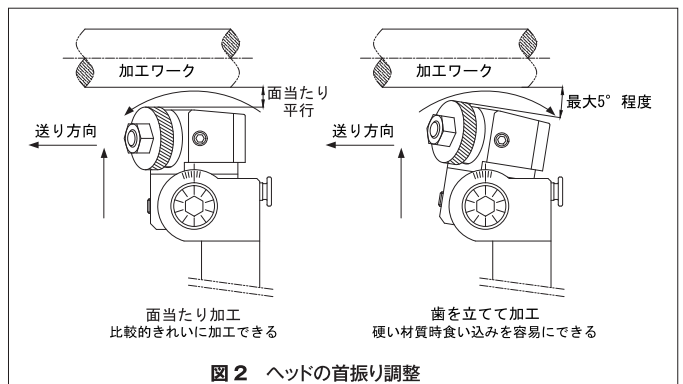

図2 ヘッドの首振り調整
故意に目の浅いローレット加工を行い、ワークの外径素地が多く残っている場合、その残った外径素地に駒の山が乗ってしまい二重になることがよくあります。ある程度の所定の切込量を守って下さい。切込量は転造の場合、直径でピッチの約50%を推奨しますが、ワークの逃げなどを考慮すると80%程度まで増やした方が多い場合が多いです。切削の場合は直径でピッチの約80%です。また、ワークに対してローレット駒の歯を現状よりも立てて切込みを入れると解消することがあります。これは歯を立てることによりローレットが入り易くなるからです。[図2]
A. 比較的転造タイプの方がきれいな場合があります。切削タイプでもワークに対して駒の切込を面当たりに調整するときれいに上がる場合があります。ただし、面圧が下がるためローレット目は入り難くなります。[図2]
ローレット加工前に外径を削り、振れや振動をなるべく少なくして加工を行って下さい。また、切込量を少なくし、駒の歯を立てるのではなく駒の幅全体で加工するようにして下さい。[図2] 回転や送りなどの条件も落として加工を行って下さい。
A. 切込量を確認し、駒の歯を立てて歯の角で削るように首ふり角度を調整して下さい。[図 2]
[図 2]